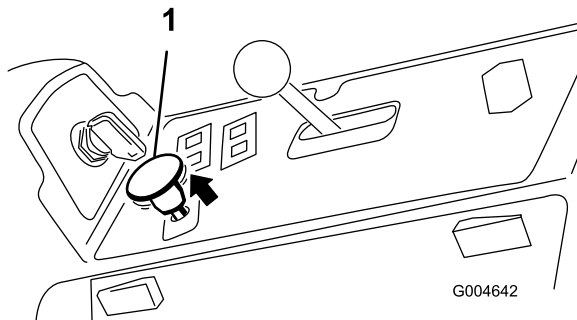

Bild 19
3. Ziehen Sie den ZWA-Schalter heraus, um ihn zu aktivieren (Bild 19).